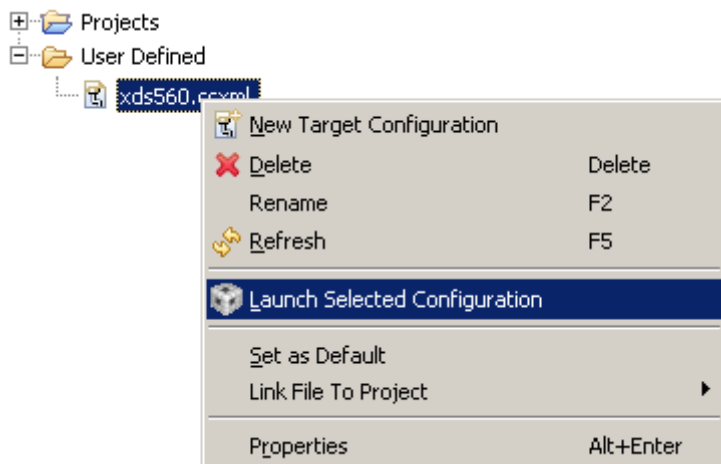

图 1-1-10
5. 开启 DES8168-EVM 板电源，观察 SecureCRT 软件中是否有打印信息，若有出现读秒提示时，立即按下回车键停止目标板继续启动。随后，在新建的配置文件 xds560.ccml 上右键选择[Launch Selected Configuration]，按照配置启动仿真器，如图 1-1-10 所示：